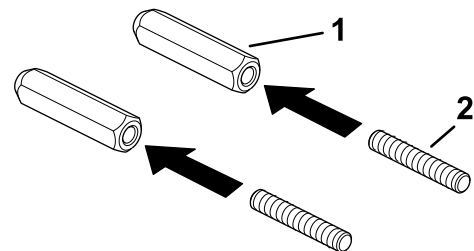

图 2
4. 将螺纹螺栓装入车轮配重适配器直至它们到达最底部图 2。
5. 将适配器组件安装到车轮螺栓上卸下车轮螺母的地方图 2。